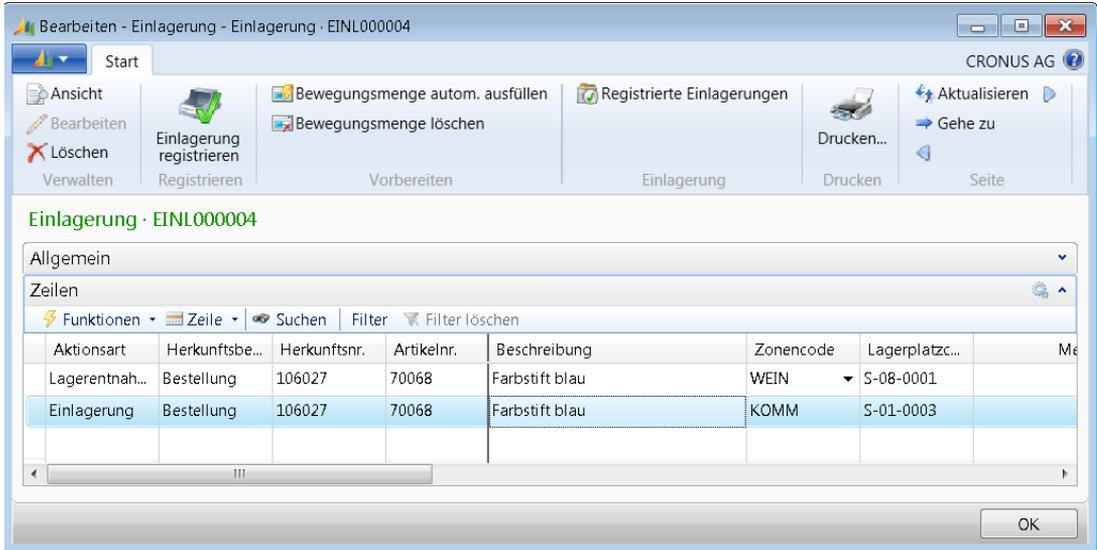

Abbildung 6.12 Einlagerungsbeleg für die Einlagerung der 12 Stück des Artikels »Farbstift blau«
17. Geben Sie im Feld *Lagerplatzcode* einen freien Lagerplatz für die Einlagerung an (siehe Abbildung 6.12).